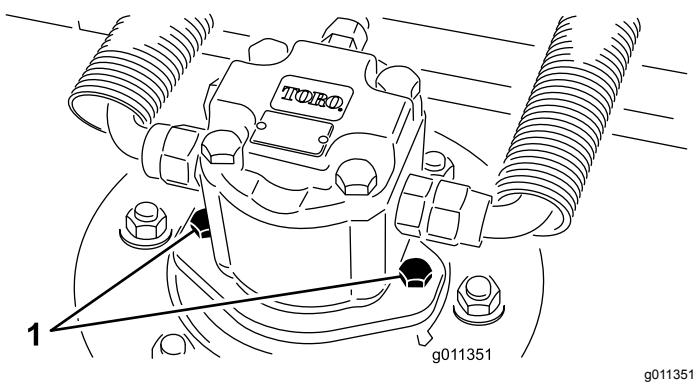

Figura 61
2. Desligue e retire o motor hidráulico da unidade de corte (Figura 61). Cubra a parte superior do eixo para não o sujar.
4. Instale o motor hidráulico na plataforma (Figura 61). Verifique se o anel de retenção está posicionado corretamente e não está danificado.